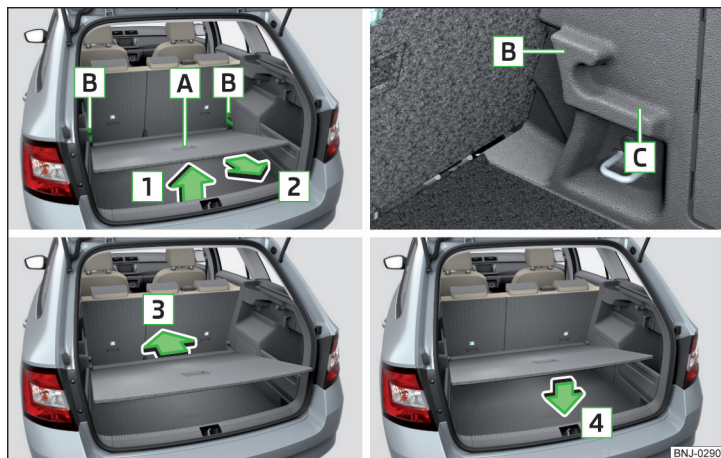

Abb. 102 Variablen Ladeboden in die obere/untere Position einstellen
- Den variablen Ladeboden am Griff **A** in Pfeilrichtung **1** anheben und teilweise in Pfeilrichtung **2** verschieben » Abb. 102.